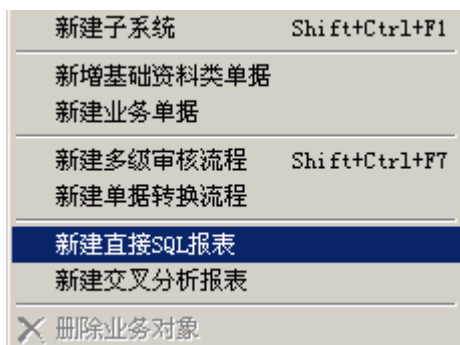

图 12-1
1. 在 K/3 BOS IDE 界面,单击【工程→新建直接 SQL 报表】,如图 12-1 所示: